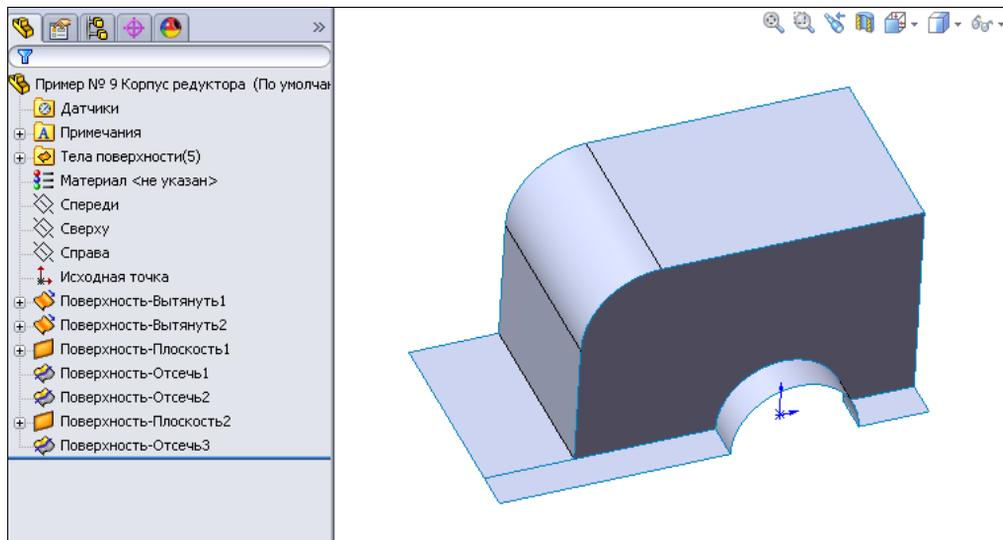

Рис. 2.107
16. Закончим построение поверхностей нажатием кнопки **ОК** . В результате получим четыре поверхности, которые сопрягаются между собой (рис. 2.107).